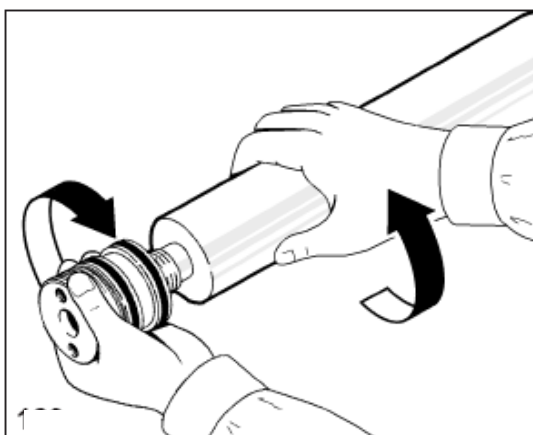

Рис. 33.
- отвинтить использованный фильтрующий картридж от внутренней крышки (Рис. 33), и затем навинтить новый картридж;